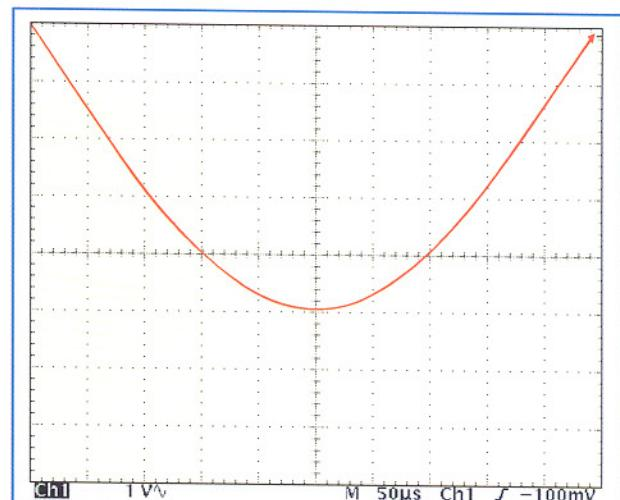

Bild 6: Abgleich des Klirrfaktors
rechten oberen Bildschirmmecke befindet (Abbildung 6)
- Mit X-Position und Triggerung den Nulldurchgang exakt in die linke obere Bildschirmmecke fahren (Abbildung 6)